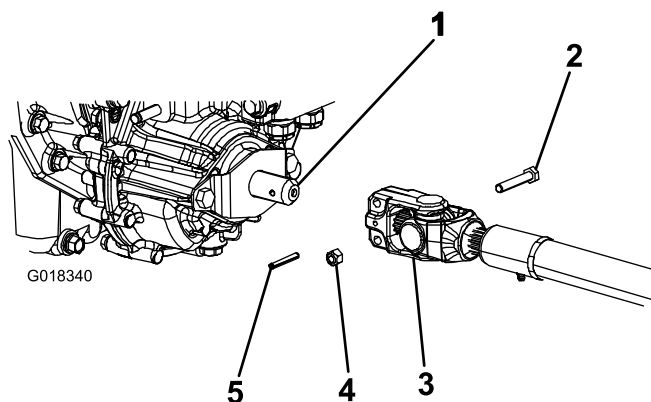

Figure 5
3. Placez l'arbre d'entraînement de PDF sous l'avant de la machine. Veillez à diriger la chape de l'arbre d'entraînement (Figure 5) vers l'arbre menant.